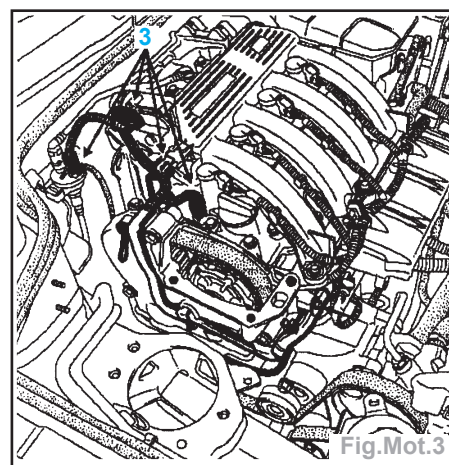

Fig.Mot.3
- Débrancher les connecteurs (3) (Fig.Mot.3).